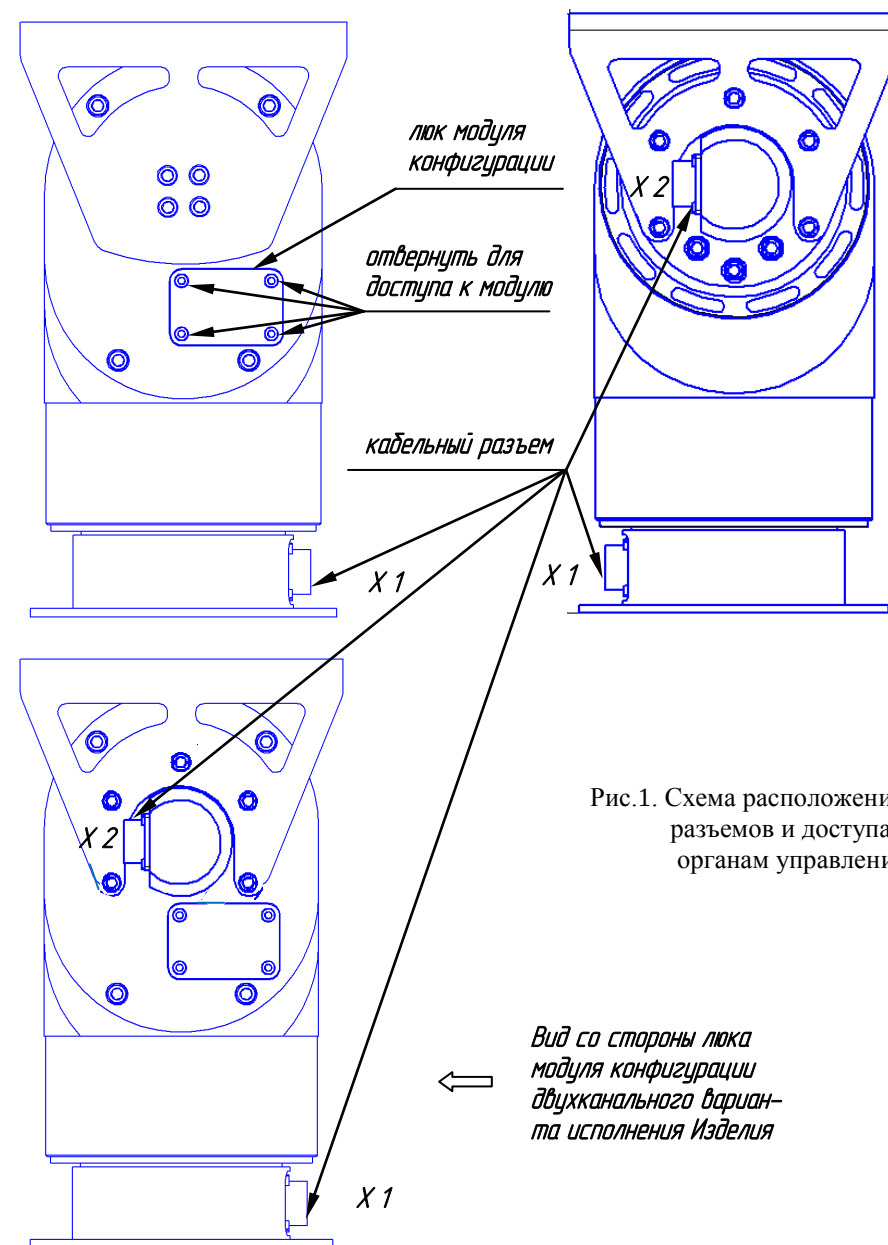

Рис.1. Схема расположения разъемов и доступа к органам управления.
3.1. Габаритные и присоединительные размеры опорно-поворотного устройства приведены в Приложении В. Расположение кабельных разъемов для подключения внешних кабелей и доступ к органам управления показаны на рис.1.